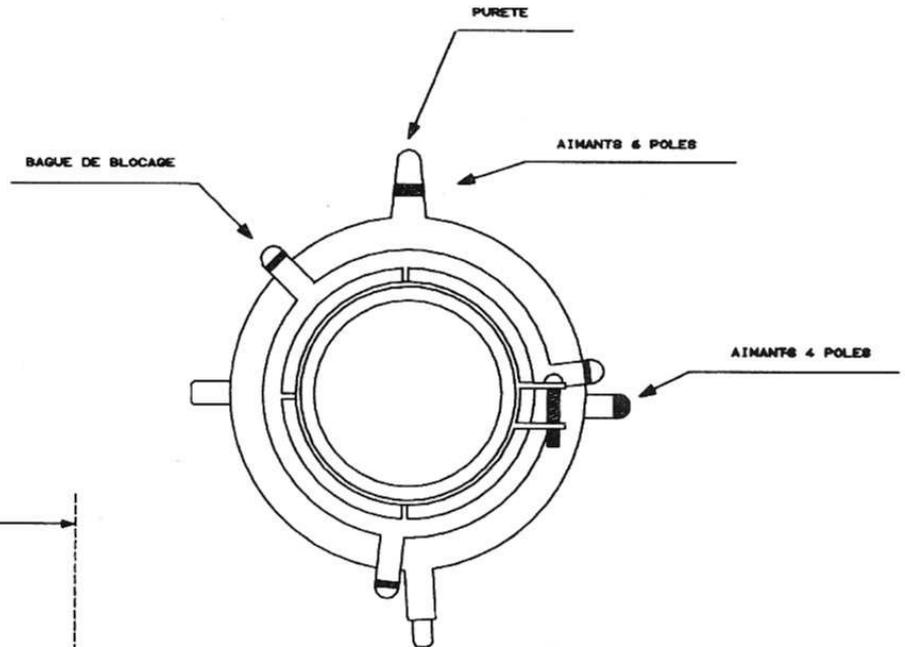

FIG. 1 POSITION DES AILLETES DE L'UNITE MULTIPOLE
- Placer les ailettes de l'unité multipôle dans la position indiquée (Fig 1).
- Régler le potentiomètre P 3265 de façon à faire coïncider les deux lignes (voir Fig 1).